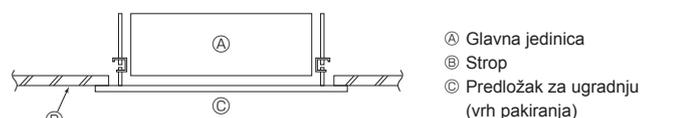

Fig. 3-8
3.7. Potvrđivanje položaja glavne jedinice i učvršćivanje ovjesnih svornjaka (Fig. 3-8)